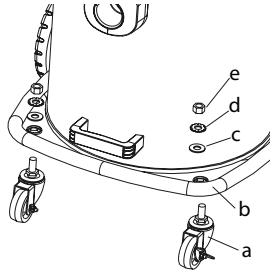

Fig. 5 – Encajando las ruedas pequeñas
- Monte las ruedas delanteras según muestra la Fig. 5, siguiendo la secuencia: